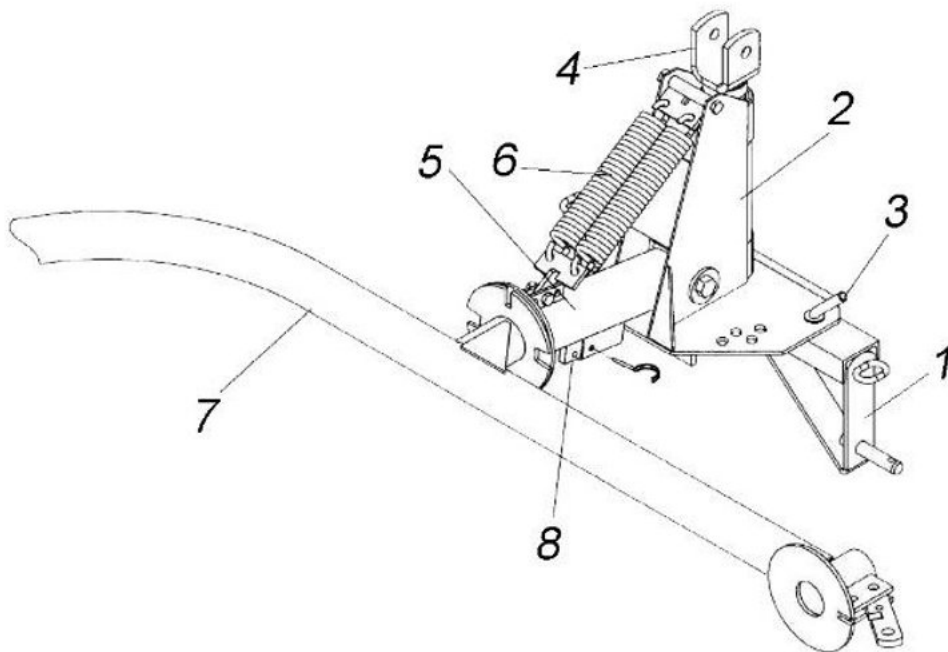

Рис. 2 Рама навески
Рама навески 1 (рис. 2) предназначена для навешивания граблей на трактор. Одновременно навесное устройство выполняет несущую функцию. Навесное устройство состоит из опоры (1), поворотного суппорта (2), который стопорится пальцем (3) на опоре, кронштейна (4) верхней тяги, рычага (5), к которому закреплена боковая секция (7). Суппорт (2) имеет возможность поворачиваться вместе с боковой секцией в горизонтальной плоскости относительно опоры (1). В рабочем положении боковая секция удерживается блоком пружин (6). В транспортном положении стопорится фиксатором (8).